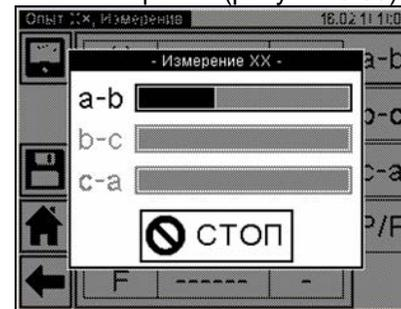

Рисунок 6.29
8) Выполнить измерение, для чего нажать кнопку . На экране появится окно, демонстрирующее динамику процесса измерения (рисунок 6.29). При необходимости этот процесс измерения может быть остановлен нажатием кнопки СТОП.